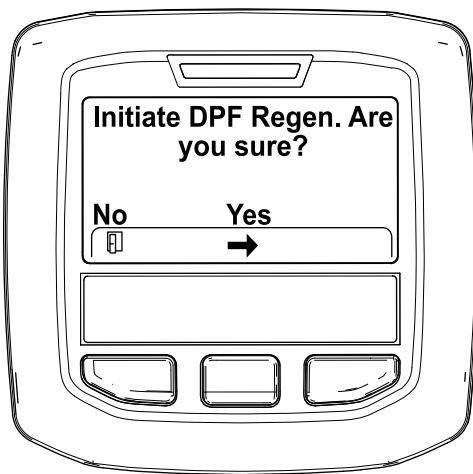

図 49
4. Initiating DPF Regen DPF 再生開始 Are you sure? というメッセージが表示されるので、中央ボタンを押す 図 49。